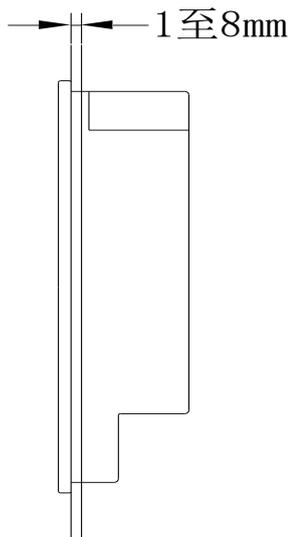

图 4-1 ALC 控制器安装板厚图
- 安装板的厚度在 1mm-8mm 之间。如图 4-1 所示：